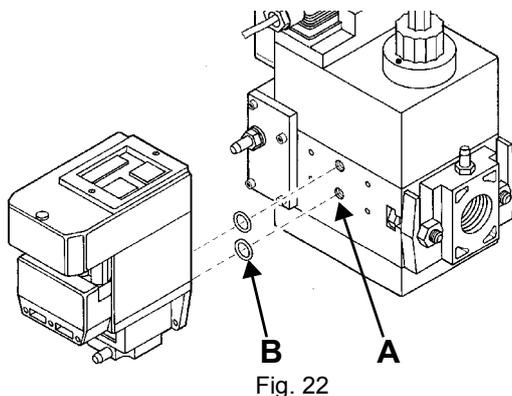
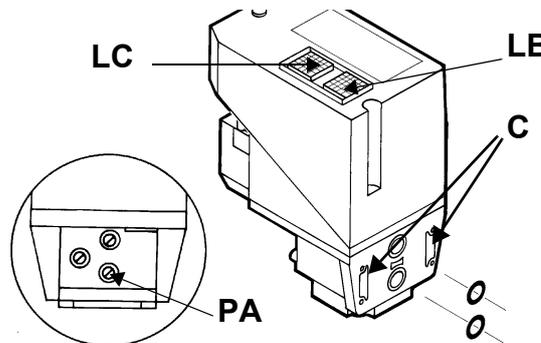

Fig. 22
Fig. 23
- 2 quitar los tornillos de cierre del grupo Multibloc (Fig. 22-A);
- 3 colocar los anillos de estanqueidad (10,5 x 2,25) en el VPS 504 (Fig. 23-B, Fig. 22-B);
- 4 apretar los 4 tornillos de control de estanqueidad (M4 x 16) Fig. 22-C.
Si se desea realizar un control, introducir un manómetro en la toma de presión PA en Fig. 23. Si el ciclo de prueba resulta positivo, después de algunos segundos se enciende la lámpara de consenso LC (amarilla). En caso contrario se enciende la lámpara LB de bloqueo (roja). Para reiniciar es necesario desbloquear el equipo presionando el pulsador luminoso LB.